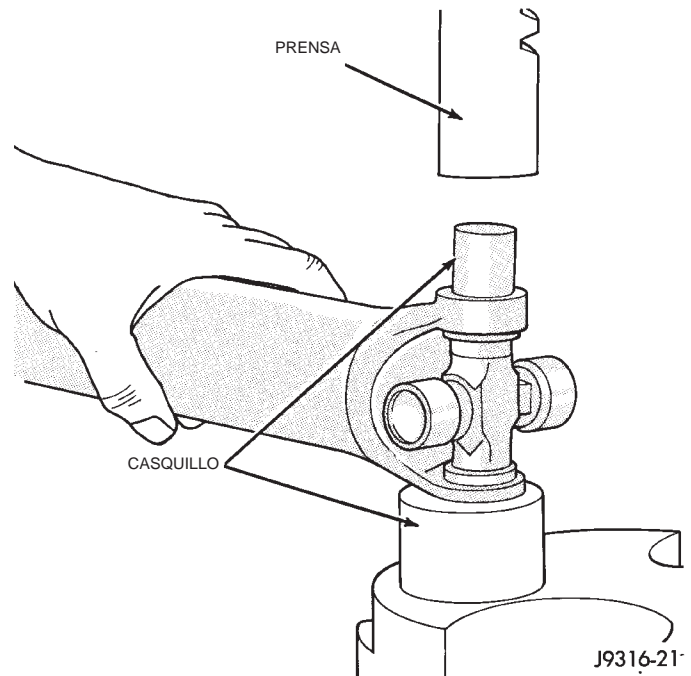

Fig. 15 Extracción del cojinete
(4) Instale el estribo en una prensa para ejes o mordaza con un casquillo cuyo diámetro interno sea lo suficientemente grande para sostener por debajo la tapa del cojinete.
(5) Emplace el estribo con la conexión de engrase mirando hacia arriba, si está instalada.
(6) Coloque sobre la tapa del cojinete superior un casquillo de diámetro interno menor que aquél y oprima la tapa a través del estribo para soltar la tapa del cojinete inferior (Fig. 15).
(7) Si la tapa de cojinete no puede extraerse con la mano después de aplicar presión, golpee ligeramente la orejeta cerca del cojinete a fin de desalojarlo.